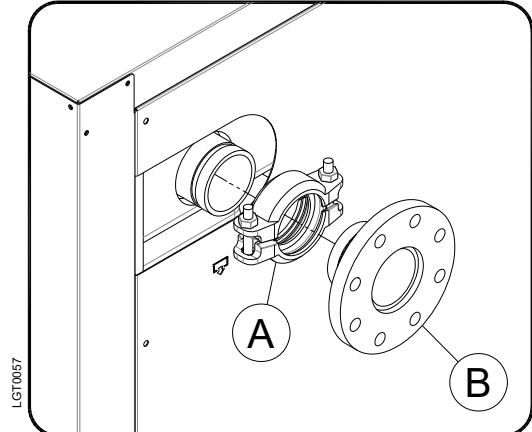

Fig. 2
Proceda à montagem da flange (B) e da união de fixação (A) conforme apresentado na Fig. 2